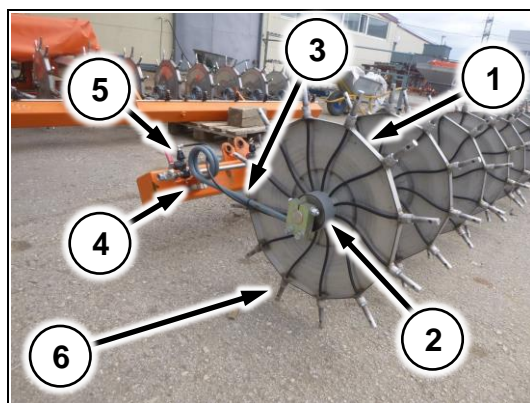
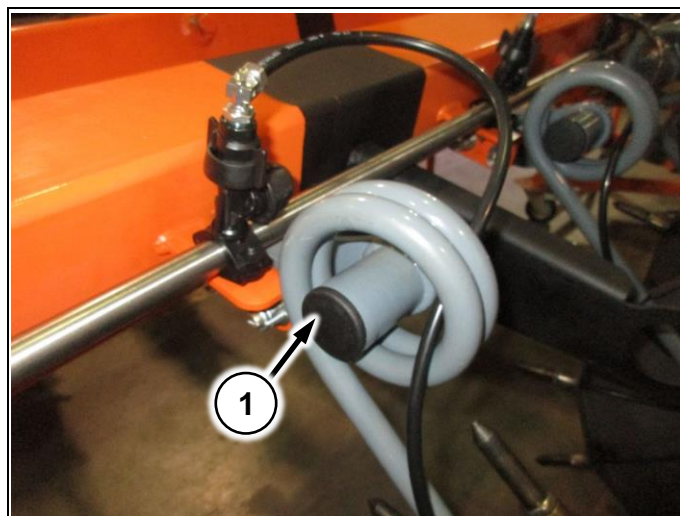

Рис. 207
Рис. 208
Диск мультиинжектора (Рис. 207/1) устанавливается на ступицу (Рис. 207/2). Ступица крепится к консоли мультиинжектора через пружину (Рис. 207/3). Пружина фиксируется замком (Рис. 207/4). Подача жидкости на иглы (Рис. 207/6) осуществляется через форсунки (Рис. 207/5)
Упор устанавливается на каждую пружину (Рис. 208/1). Предназначен для предотвращения вылета пружины из замка (Рис. 207/4)
1. Ослабьте два болта крепления пружины (Рис. 207/4)